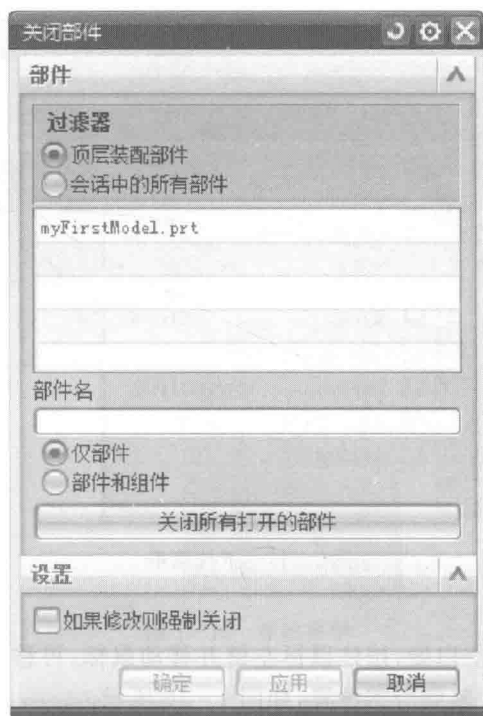

图 1-15 【关闭部件】对话框
② 如果要关闭某个部件,则应当选择【选定的部件】命令,出现【关闭部件】对话框,如图 1-15 所示。